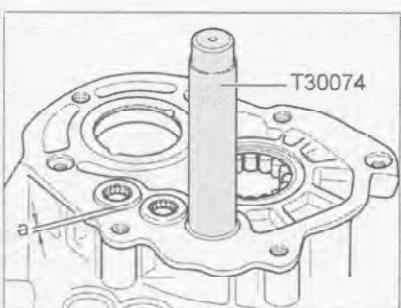

Рис. 7.238. Извлечение и установка шарикоподшипников штоков.
1. Извлечение и установка шарикоподшипников штоков проводятся с помощью специального инструмента (рис. 7.238). Расстояние *a*: 2.5 мм.